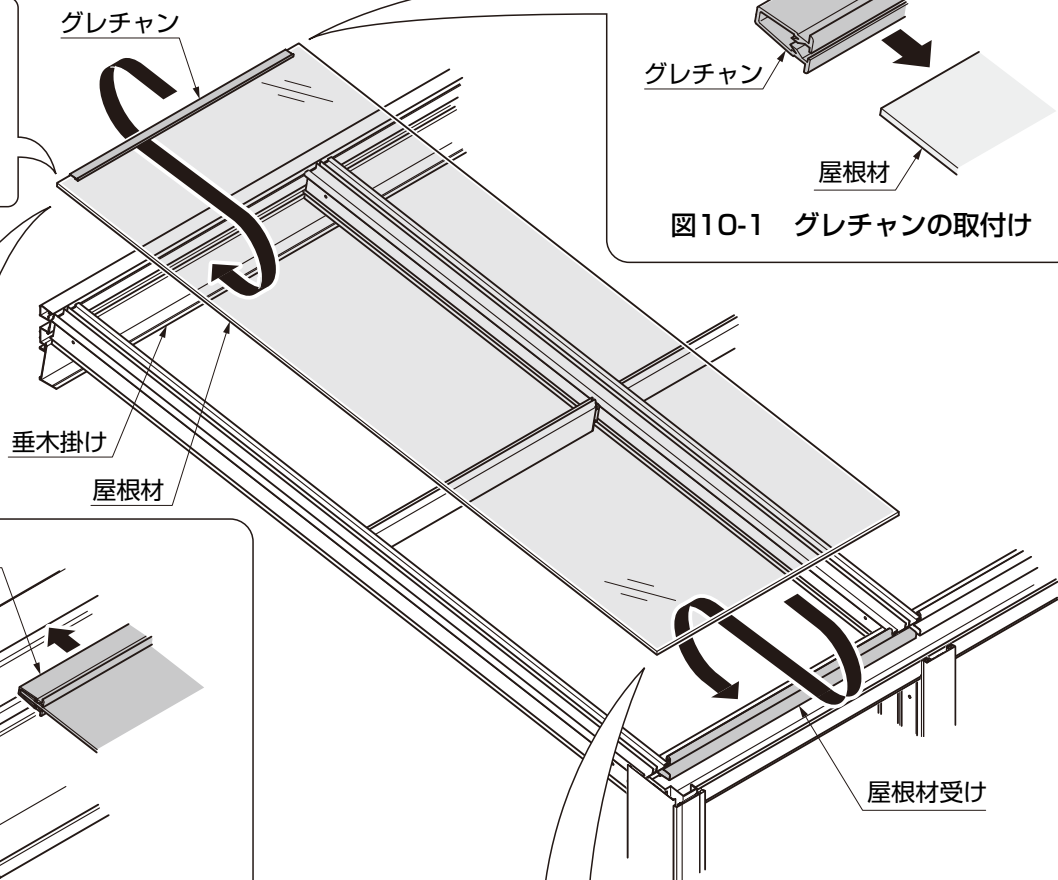

図10-1 グレチャンの取付け
- ①グレチャンを屋根材に取付けてください。
- ②屋根材を垂木掛けに差し込んでください。（図10-1参照）